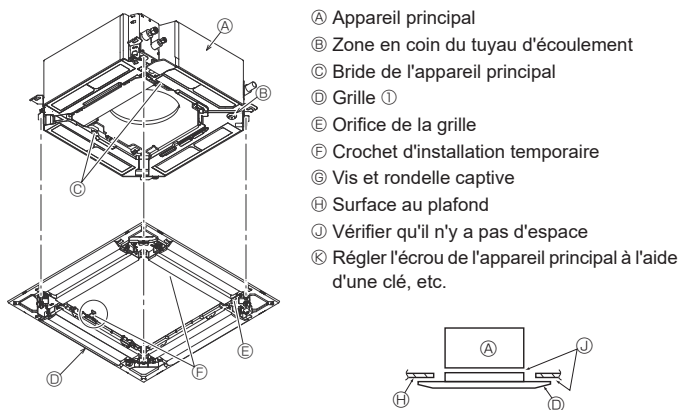

Fig. 9-6
- Ⓓ Grille ①
9.4.2. Mise en place provisoire de la grille (Fig. 9-6)
- Fixez la grille sur l'appareil principal en serrant les vis mises en place au préalable. (Fig. 9-6)
- **Après avoir serré la vis, vérifiez que les deux crochets de la grille (Fig. 9-6) sont en prise avec les crochets de l'appareil principal.**